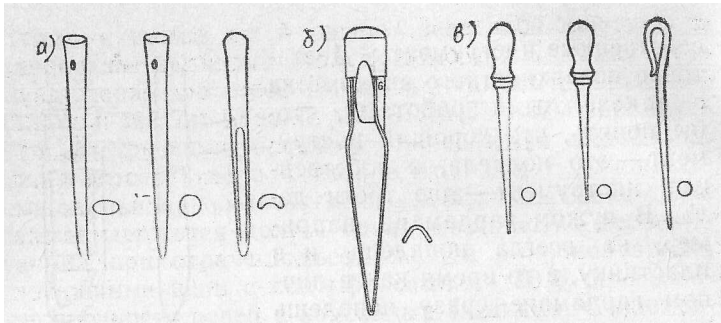

Рис. 19. Свайки для такелажных работ.
*Свайка* (рис. 19, а). Хорошая свайка для работ со стальными тросами должна быть изготовлена из закаленной стали, овальной в сечении. Пробив прядь троса, свайку поворачивают вокруг оси на 90°, в результате чего пряди развиваются шире, образуя место для пробивок. Само острие свайки может быть несколько изогнутым, что облегчает работу.
*шведская свайка* (рис. 19,б), обладает таким свойством. Ее изготавливают из нержавеющей стали и выпускают двух размеров. Шведская свайка, в хорошем состоянии и используемая правильно, является прекрасным инструментом. Круглыми свайками можно накладывать бензеля из линей и шкимушгаров. Толстые свайки с утолщением на острие используют для соединения смычек и т. п. В случае необходимости ими можно пользоваться при изготовлении огонов и сплесней на тросах. Чтобы свайки, которыми пользуются при работах на мачте и за бортом, не терялись, они должны иметь отверстие для их крепления к руке мягким лнем.
Свайки меньшего размера (рис. 19, в), часто с деревянной ручкой, используются для более тонких изделий, для крепления выбленок, наложения бензелей и других подобных работ. С помощью небольшого шила с ушком можно протягивать пряжи. Это очень практичный инструмент. Для облегчения работ с синтетическими материалами их предварительно подвергают термостабилизации.